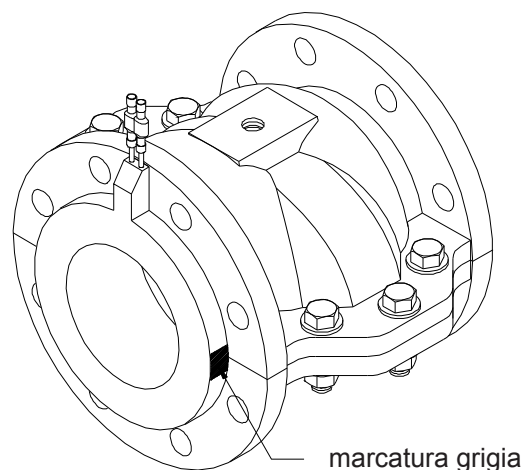

Figura 2-1: regolazione del tubo in elastomero
2) Le marcature grigie/bianche sulla flangia esterna del tubo flessibile in elastomero devono essere allineate con un margine di differenza di max. 5° rispetto allo spazio del corpo valvola (vedi figura 2-1).